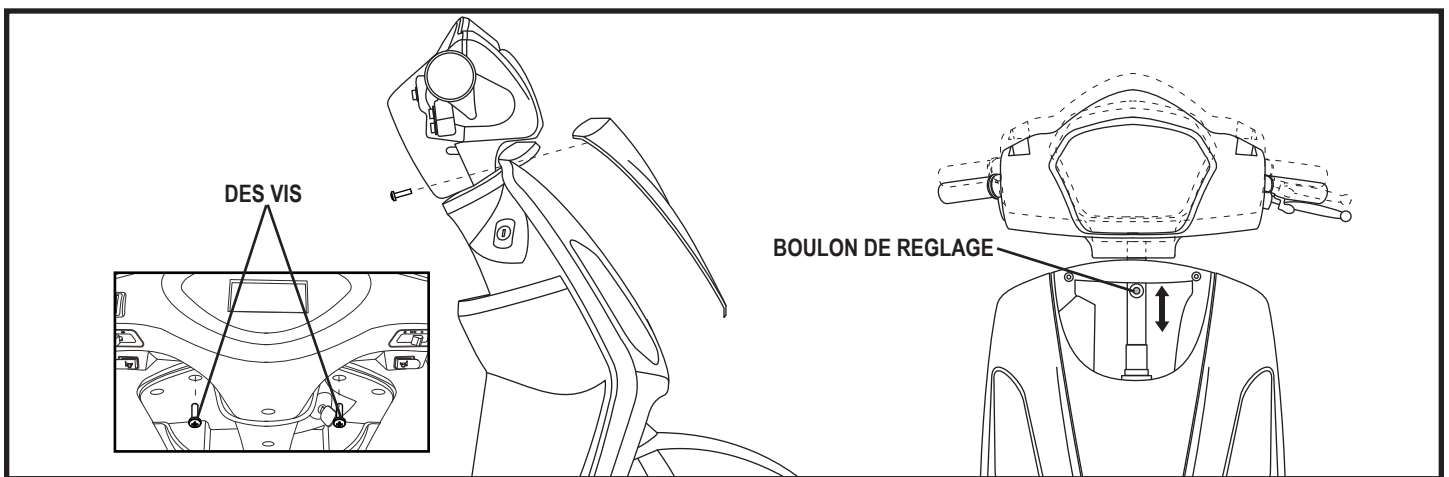

Figure 14. Réglages de la hauteur du guidon
1. Retirez les deux vis situées sur le guidon. **Voir la figure 14.**
2. Retirez le capot supérieur. Soulevez le couvercle en caoutchouc et localisez le boulon de réglage. **Voir la figure 14.**